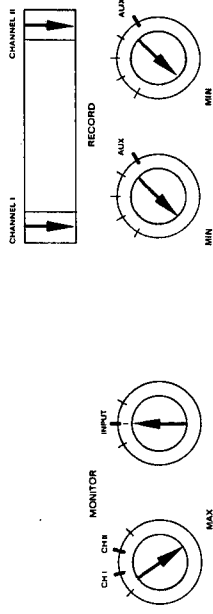

Bild 6.6.-78
- Vor-Hinterbandschalter auf INP. (Bild 6.6.-78)